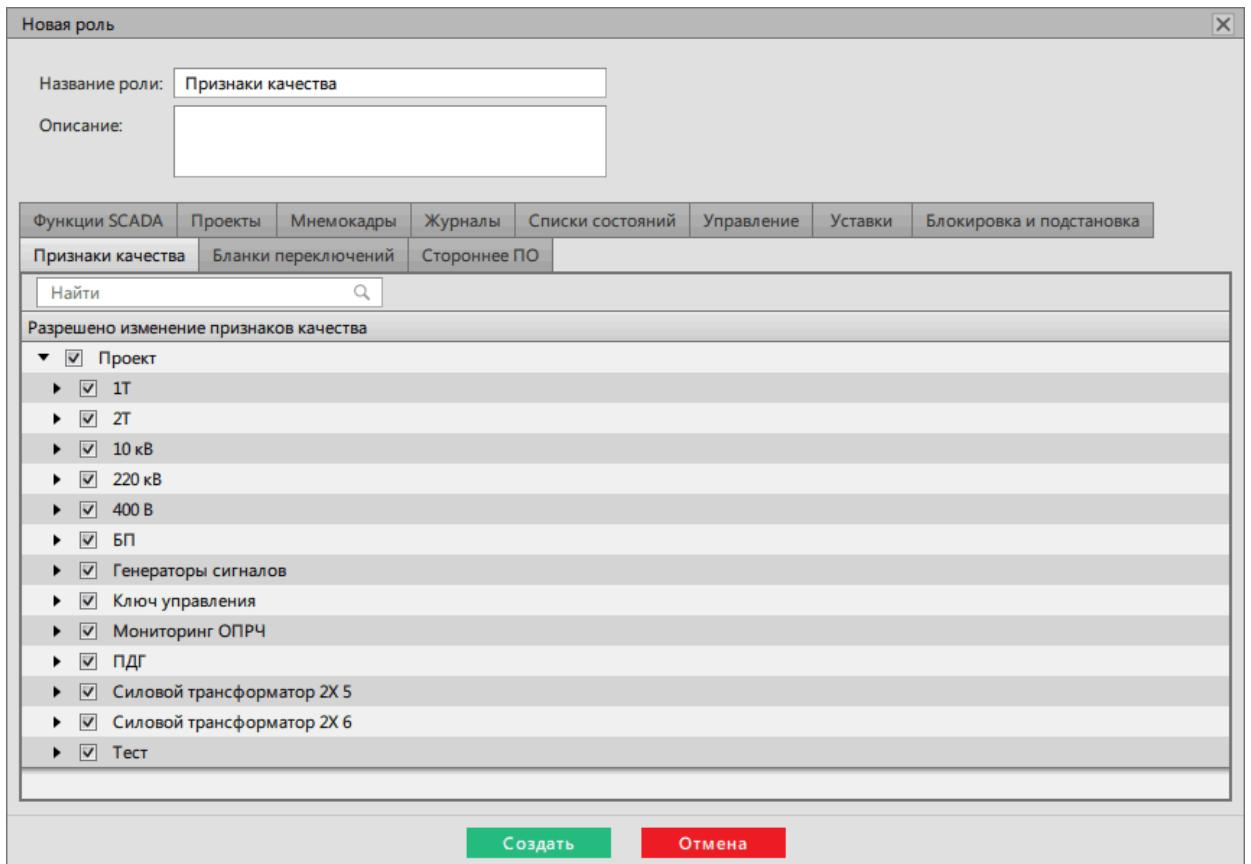

Рисунок 203 - Создание роли
4. Перейдите на вкладку Роли. Создайте роль, в которой на вкладке **Признаки качества** дайте права для изменения признаков качества сигналам проекта (Рисунок 203).